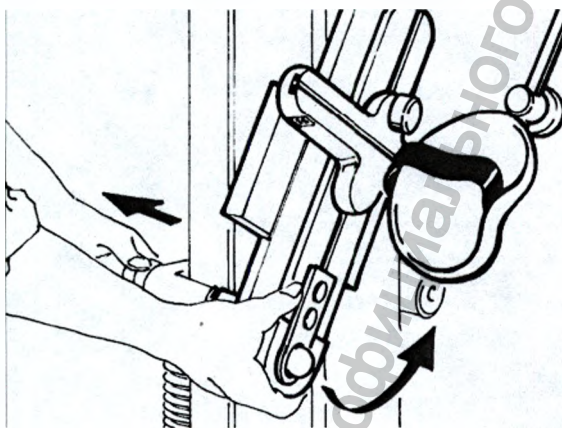

Рис. 1
В зависимости от того, сустав правого или левого плеча мы собираемся разрабатывать, механическую руку следует зафиксировать на правом или левом центре вращения (см. Рис. 1, 2). Сбоку от этих центров вращения имеются надписи, позволяющие не перепутать
□□Выкрутите фиксатор (22), придерживая при этом механическую руку (рис.1). Механическая рука имеет крепление в верхней части аппарата и может совершать вокруг него маятниковые движения. Переместите механическую руку к другому центру вращения (рис. 2), и закрутите фиксатор (22).